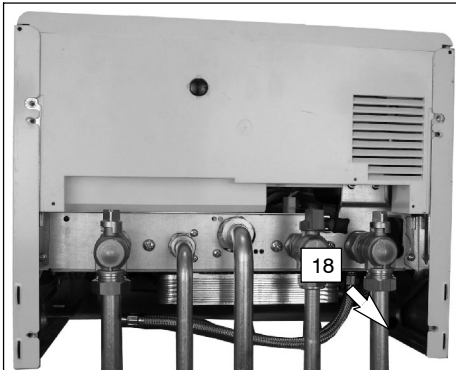

fig. 5.4
- 7 Conectar la descarga de la válvula de seguridad 18 en la fig. 5.4 a un cono de desagüe.